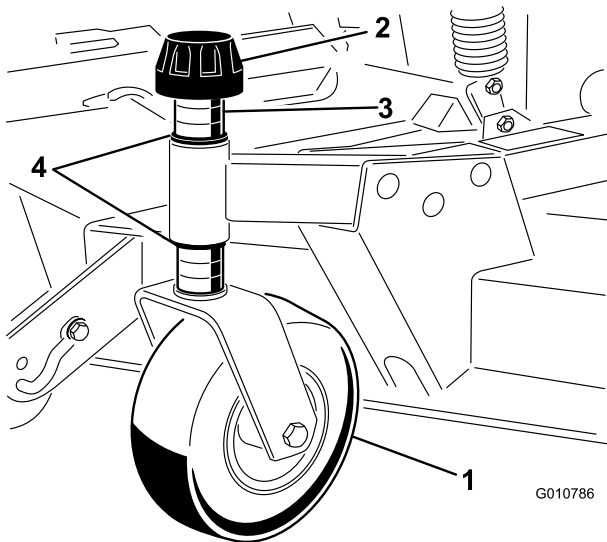

Bild 8
1. Entfernen Sie die Spannkappe von der Spindelwelle und ziehen die Spindel aus dem vorderen Lauftragarm heraus (Bild 8).